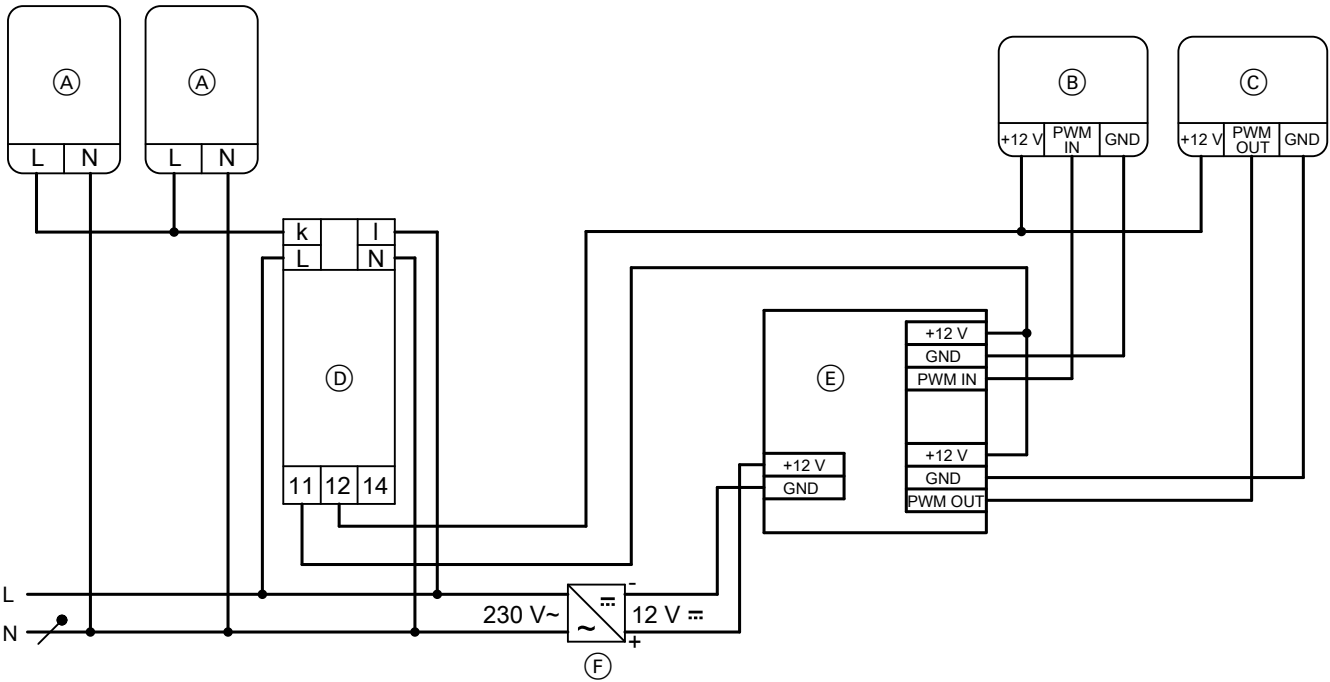

Abb. 49
1. Abluftventilator mit dem Leistungsrelais gemäß Abb. 49 elektrisch anschließen.